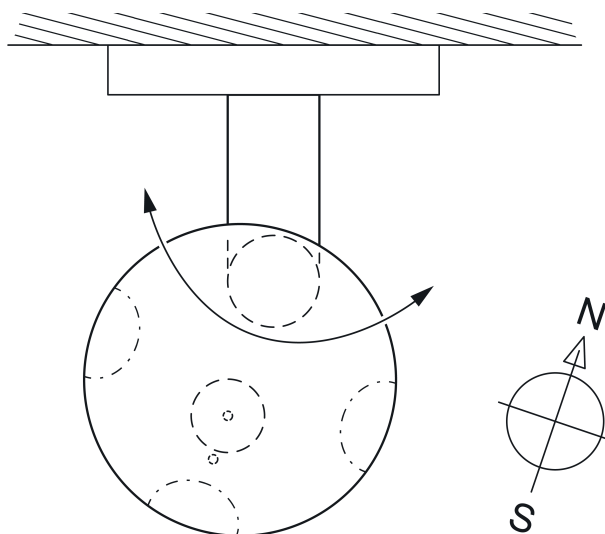

Рисунок 6: Регулировка метеостанции
- Сориентировать головку датчика в направлении неба или, в зависимости от условий на месте, выровнять ее в направлении фасада (рисунок 6).